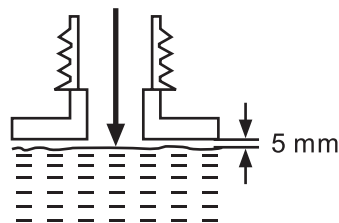

Fig. 8
- > Dévissez et enlevez le bouchon du réservoir de carburant (12).
- > Versez le carburant et l'huile correctement mélangés dans le réservoir à l'aide d'un entonnoir à carburant muni d'un filtre pour empêcher les débris de pénétrer dans le réservoir. Ne remplissez pas trop. Laissez un espace minimum de 5 mm entre le haut du carburant et le bord intérieur du réservoir (11), afin que le carburant puisse s'étendre (Fig. 8).